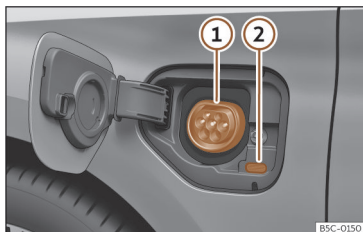

Fig. 194 Por trás da tampa de carregamento da bateria na parte dianteira esquerda: Tomada de carregamento
»» **Fig. 194**
- Com o veículo destrancado, ao pressionar a tampa de carregamento da bateria esta abre-se»» **Fig. 194**.